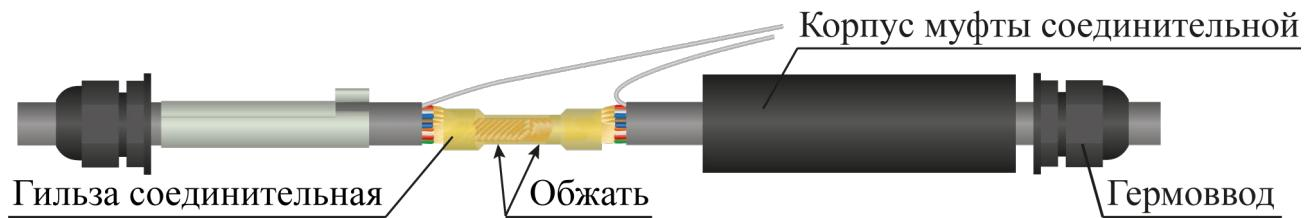

Рисунок 4.26
- взять гильзу соединительную, одеть её на защищенную часть кабеля, обжать специальным инструментом (рекомендуется применять клещи обжимные) (рисунок 4.26). **Обжатие пассатижами не обеспечивает надежного электрического контакта;**
- в ответное отверстие гильзы вставить защищенные концы жил другого ремонтируемого кабеля. Гильзу обжать с помощью специального инструмента (рисунок 4.26);